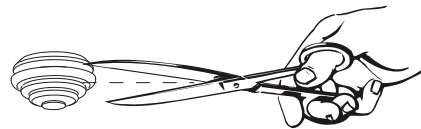

Fig. 4
- 5) Insérer les galoches dans les trous pre-percés et introduire les câbles/tuyaux (fig. 4).